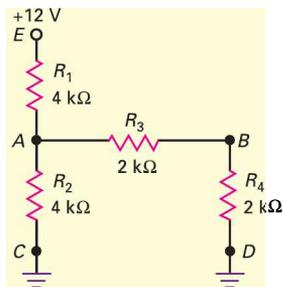

Figure 1.22 Dépannage.
1.35 On utilisera le tableau de la figure 1.22 pour ce dernier exercice. Les défauts sont une des résistances coupée, une des résistances court-circuitée, la masse déconnectée ou pas d'alimentation de tension. Quelle est la cause des défauts 1 à 8 ?
Pour ce chapitre, les fichiers sont intitulés **MTC01-36** à **MTC01-40** et correspondent au circuit de la figure 1.22.